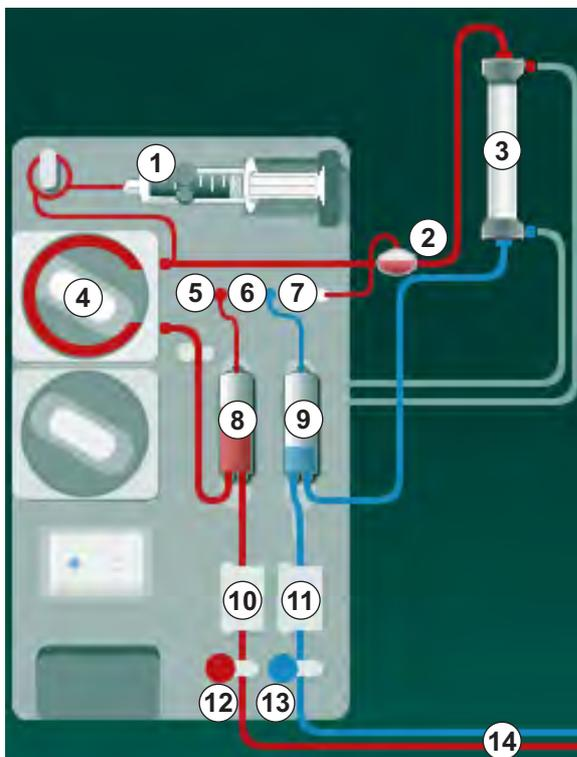

Fig. 3-2 Modo de funcionamento -Unipunção Crossover
Com o clampe da linha venosa (Fig. 3-2 Modo de funcionamento -Unipunção Crossover (35), ⑬) fechado e o clampe da linha arterial ⑫ aberto, a bomba de sangue ④ bombeia o sangue a partir do doente através do dialisador ③ e para a câmara venosa ⑨ . A pressão na câmara venosa ⑨ é monitorizada através do sensor de pressão venosa ⑥ . Assim que a pressão de alternância predefinida for atingida, a bomba de sangue ④ é desligada e o clampe da linha venosa ⑬ será aberto. Devido à pressão na câmara venosa ⑨ , o sangue flui através do dialisador ③ novamente para o doente, até ser atingida a pressão de alternância inferior. Uma vez atingida a pressão de alternância inferior na câmara venosa ⑨ ou expirado o tempo de fluxo de retorno, o clampe da linha venosa ⑬ fecha-se. Pouco depois, o clampe da linha arterial ⑫ abre-se. A bomba de sangue ④ é ativada, e o processo é reiniciado com a remoção de sangue do doente.